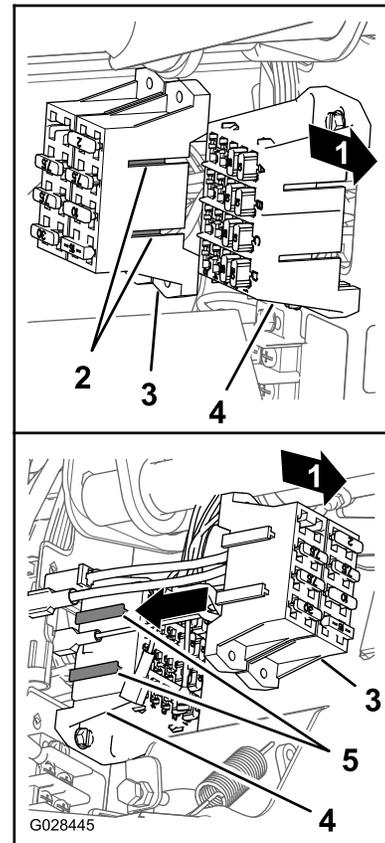

Рисунок 26
- Совместите Т-образные выступы блока предохранителей опрыскивателя с Т-образными пазами блока предохранителей автомобиля и вставьте блок предохранителей опрыскивателя в пазы до его полной посадки (**Рисунок 26**).